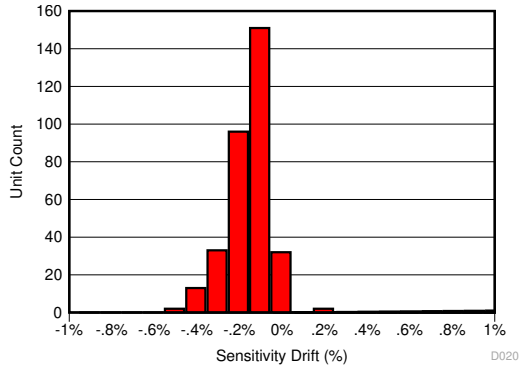
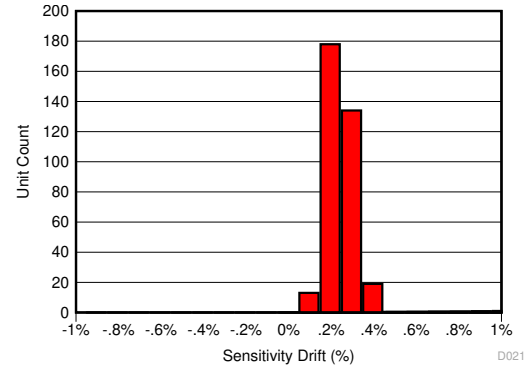
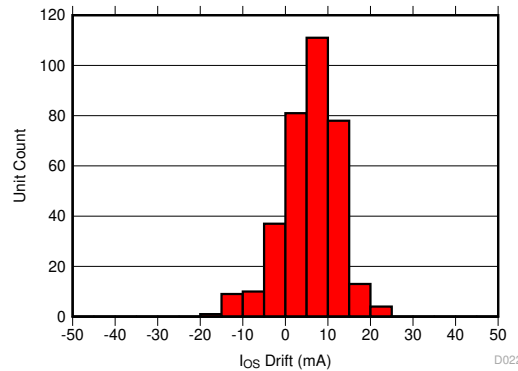

图 9-1. 130°C、85% RH HAST 后的灵敏度误差
图 9-2. AEC-Q100 高温工作寿命应力测试后的灵敏度误差漂移
图 9-3. AEC-Q100 高温工作寿命应力测试后的以输入为基准的失调漂移
TMCS1108-Q1 中用于降低温度漂移的相同补偿技术也大大降低了老化、应力和环境条件导致的寿命漂移。由于高工作温度下的老化现象，典型的磁传感器会遭受高达 2% 至 3% 的灵敏度漂移。TMCS1108-Q1 极大地改善了寿命漂移，电气特性 表针对在三批次 AEC-Q100 认证期间在最坏情况应力测试后测量的总灵敏度误差进行了阐述。AEC-Q100 认证规定的所有其他应力测试产生的灵敏度误差低于指定的值，处于 电气特性 表中指定的范围内。图 9-1 展示了在进行最坏情况应力测试（即 130°C 和 85% 相对湿度 (RH) 条件下的高加速应力测试 (HAST)）后的总灵敏度误差，而 图 9-2 和 图 9-3 展示了在进行 AEC-Q100 规定的 1000 小时、125°C 高温工作寿命应力测试后的灵敏度和失调误差漂移。该测试模拟了典型的器件寿命操作，表明与典型的磁传感器相比，老化导致的可能的器件性能变化得到了极大的改善。